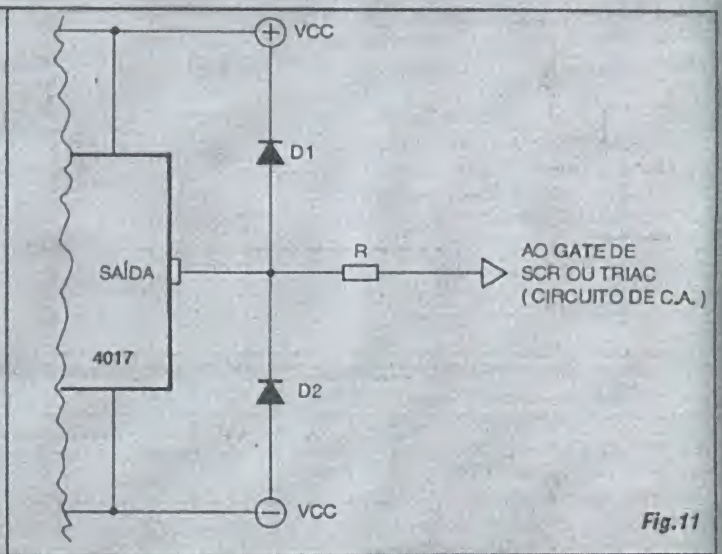

Fig.11
- FIG. 11 - PROTEÇÕES PARA O C.MOS, CONTRA TRANSIENTES DE TENSÃO VINDOS DOS ESTÁGIOS FINAIS DE POTÊNCIA... - Embora na maioria dos casos, as naturais polaridades e proteções internas inerentes aos componentes envolvidos representem uma efetiva "barreira" de defesa para as estruturas internas do Integrado C.MOS, por medida de segurança, um "totem" de diodos pode